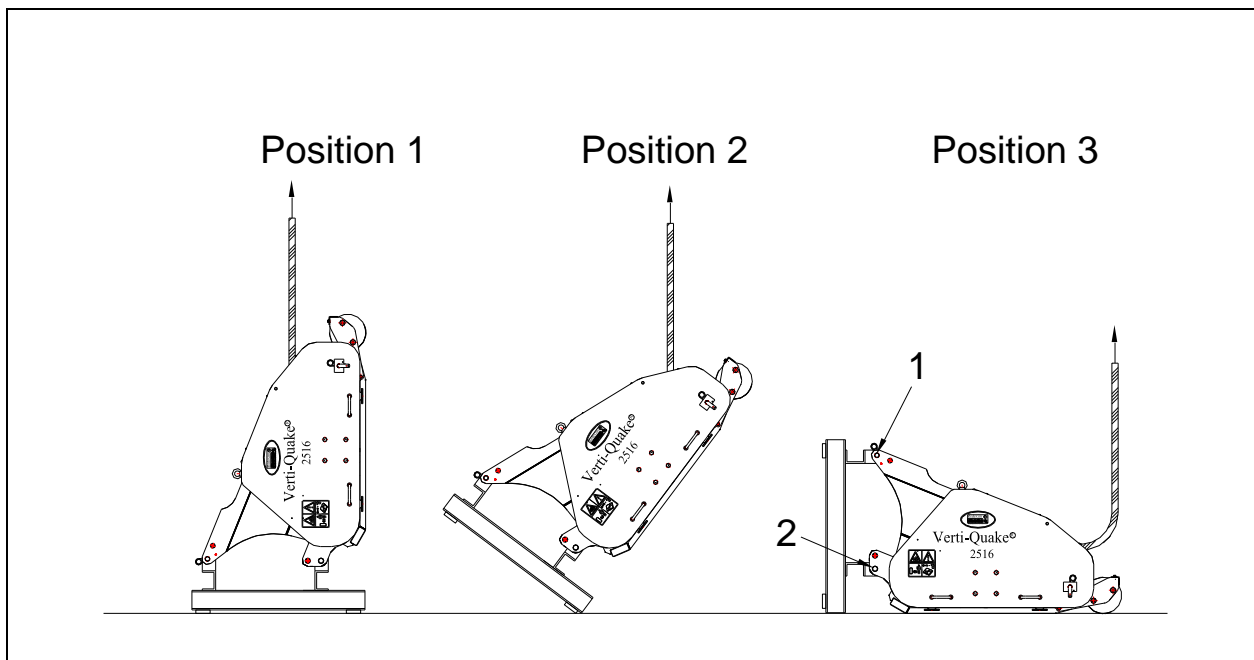

Fig. 7
La machine est disposée verticalement sur la palette. Afin d'enlever la palette et de poser la machine horizontalement par terre, il faut procéder comme suit (fig. 7):
1. Fixer un câble au point de levage des deux côtés de la machine. (fig. 7 Position 1)
3. Prendre soin que la machine soit posée sur la pointe de la palette. (fig. 7 Position 2)
4. Faire descendre la machine lentement et de façon contrôlée, jusqu'à ce que celle-ci se trouve complètement sur la base. (fig. 7 Position 3)